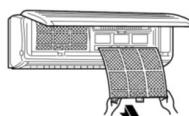

Рис.7
- 6) Установите воздушный фильтр на место (рис.7) и закройте переднюю панель кондиционера.